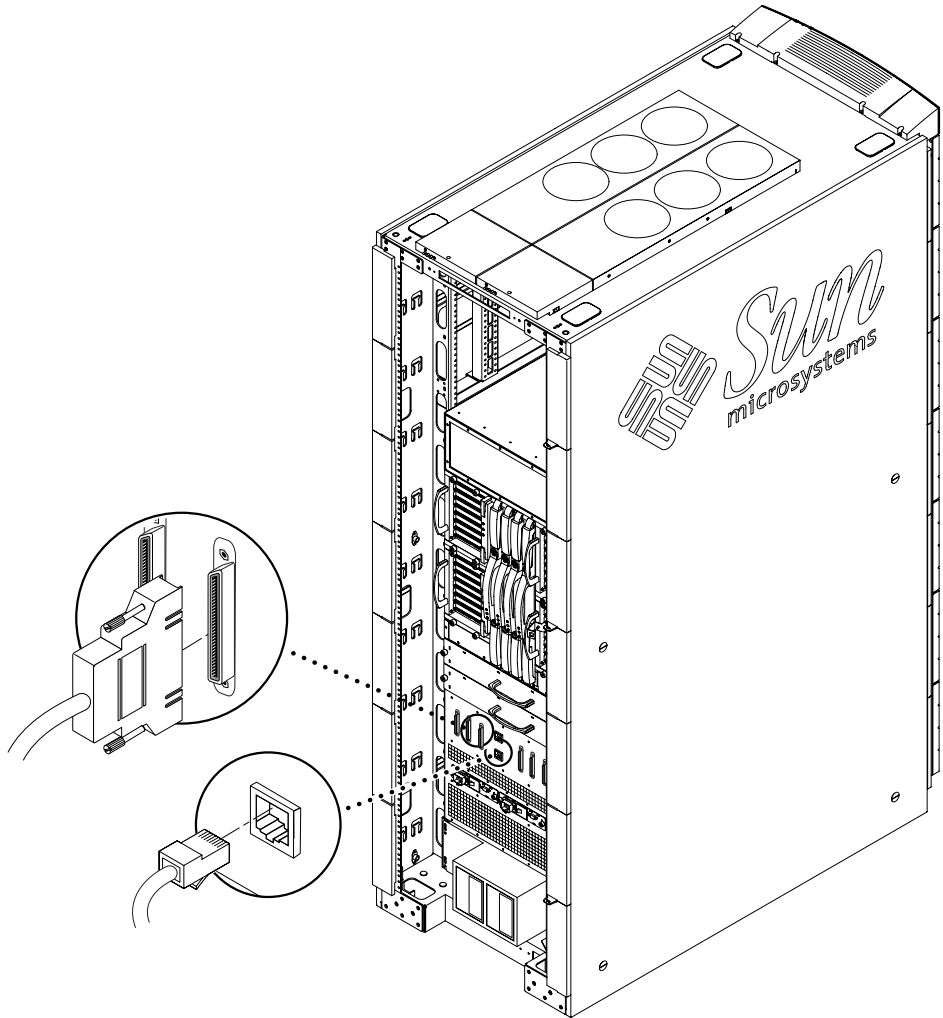

FIGURE 2-10 Connexion du port série TTYa et connexion Ethernet principales au panneau de raccordement
1. **Connectez une extrémité du câble série (TTYa ou simulateur de modem) au port série principal sur le panneau de raccordement (FIGURE 2-10).**
1. **Connectez une extrémité du câble Ethernet blindé de catégorie 5 au port Ethernet RJ-45 principal, sur le panneau de raccordement (FIGURE 2-10).**